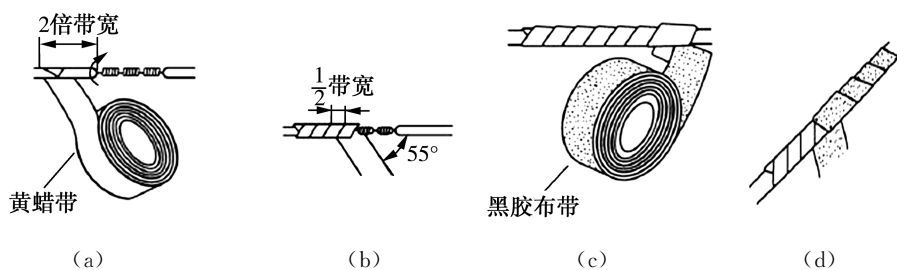

图 2-34 “一”字形接头绝缘处理
“一”字形连接的导线接头可按图 2-34 所示进行绝缘处理。
(1) 先包缠一层黄蜡带,再包缠一层黑胶布带。将黄蜡带从接头左边绝缘完好的绝缘层上开始包缠,包缠 2 圈后进入剥除了绝缘层的芯线部分。
(2) 包缠时,黄蜡带应与导线成 55° 左右倾斜角,每圈压叠带宽的 $1/2$,直至包缠到接头右边 2 圈距离的完好绝缘层处,如图 2-34(a)(b)所示。
(3) 将黑胶布带接在黄蜡带的尾端,按另一斜叠方向从右向左包缠,仍每圈压叠带宽的 $1/2$,直至将黄蜡带完全包缠住。包缠处理中应用力拉紧胶带,如图 2-34(c)(d)所示。